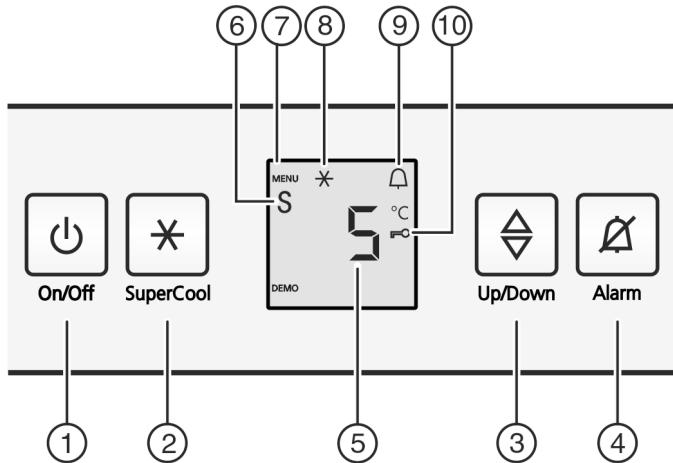

Fig. 2
- Нажать кнопку On/Off Fig. 2 (1).
- Активация режима настройки: удерживайте кнопку SuperCool Fig. 2 (2) мин. 5 с.
- ▷ Символ меню Fig. 2 (7) горит.
- С помощью клавиши настройки Fig. 2 (3) выберите c.
- Коротко нажмите кнопку SuperCool Fig. 2 (2) для подтверждения.
- Для включения защиты от детей коротко нажмите клавишу SuperCool Fig. 2 (2).
- ▷ Символ "Защита от детей" Fig. 2 (10) горит. На индикации мигает c.
- Для выключения защиты от детей коротко нажмите клавишу SuperCool Fig. 2 (2).
- ▷ Символ защиты от детей Fig. 2 (10) гаснет. На индикации мигает c.
- Выход из режима настройки: нажмите кнопку On/Off Fig. 2 (1).
- Нажмите кнопку Alarm Fig. 2 (4).
- ▶ Активация режима настройки: удерживайте кнопку SuperCool Fig. 2 (2) прим. 5 с.
- ▶ Светится символ Меню Fig. 2 (7).
- ▶ Чтобы вызвать функцию режима Sabbath: нажмите и сразу отпустите кнопку SuperCool Fig. 2 (2).
- ▶ Для включения режима Sabbath нажмите и отпустите кнопку SuperFrost Fig. 2 (2).
- ▶ Для выключения режима Sabbath нажмите и отпустите кнопку SuperFrost Fig. 2 (2).
- ▶ Выход из режима настройки: Нажать кнопку On/Off Fig. 2 (1).
- ▶ На индикаторе температуры показывается символ режим Sabbath Fig. 2 (6) до тех пор, пока активен режим Sabbath.
- ▶ Активация модуля регулировки температуры: нажмите кнопку настройки Fig. 2 (3).
- ▶ Температуру меняйте ступенями по 1 °C: нажимайте кнопку настройки Fig. 2 (3) до тех пор, пока на индикаторе температуры не будет высвечена требуемая температура.